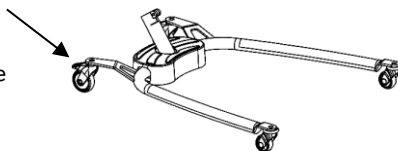

Fig. 1.6A
1. Placer bendelen på gulvet og brems hjulene. (Fig. 1.6A).